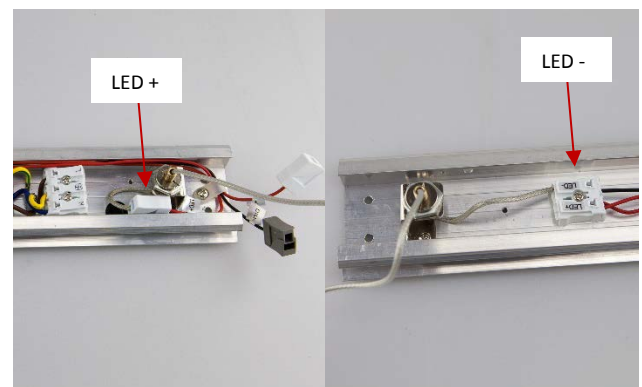

Abbildung 6 - Anschluss sekundärseitig
5. Die Seilenden mit der jew. passenden Klemme Aderbeschriftung LED + oder LED- verbinden (Abb. 6).